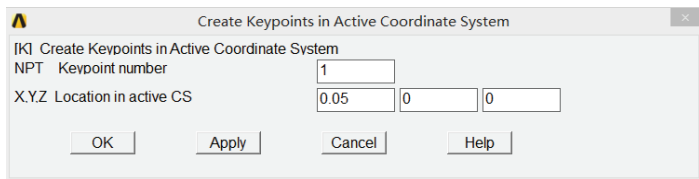

图 3-78 创建关键点对话框
2) 选择 Main Menu | Preprocessor | Modeling | Create | Keypoints | In Active CS 命令，出现 Create Keypoints In Active Coordinate System 对话框。在 NPT Keypoint number 输入栏中输入 1，在 X,Y,Z Location in active CS 输入栏中分别输入 0.05, 0, 0，如图 3-78 所示；单击 Apply 按钮，在 NPT Keypoint number 输入栏中输入 2，在 X,Y,Z Location in active CS 输入栏中分别输入 0.05, 0, 0.1。